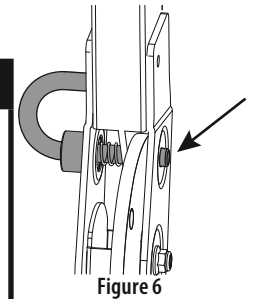

Figure 6
**Note :** Voir la broche ROPS correctement installée (entièrement engagée) dans la Figure 6.